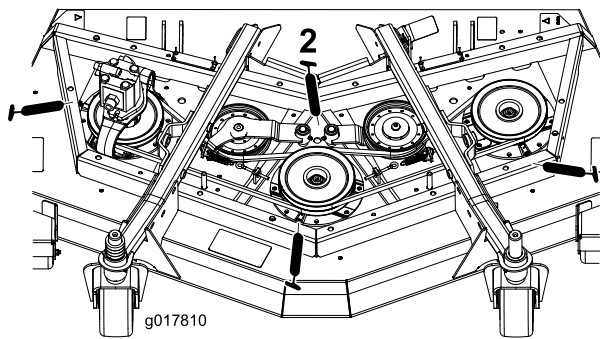

Figure 38
- 3 paliers d'axes de pivot (sous la poulie) (Figure 38)
- 2 bagues de pivot de bras de tension (Figure 38)